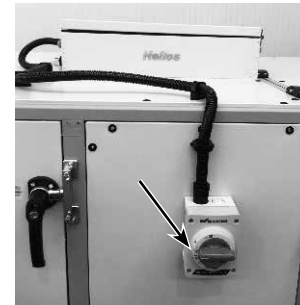

Abb.24
2. Hauptschalter mit der Schraube M4x10 auf die Paneele schrauben, die für die Zugänglichkeit des Geräts geeignet ist (s. Abb.24).